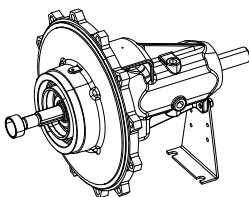

Fig. 35: Unitatea de împingere
- Vezi fig. 35: Se împinge inelul de distanțare pe arbore.